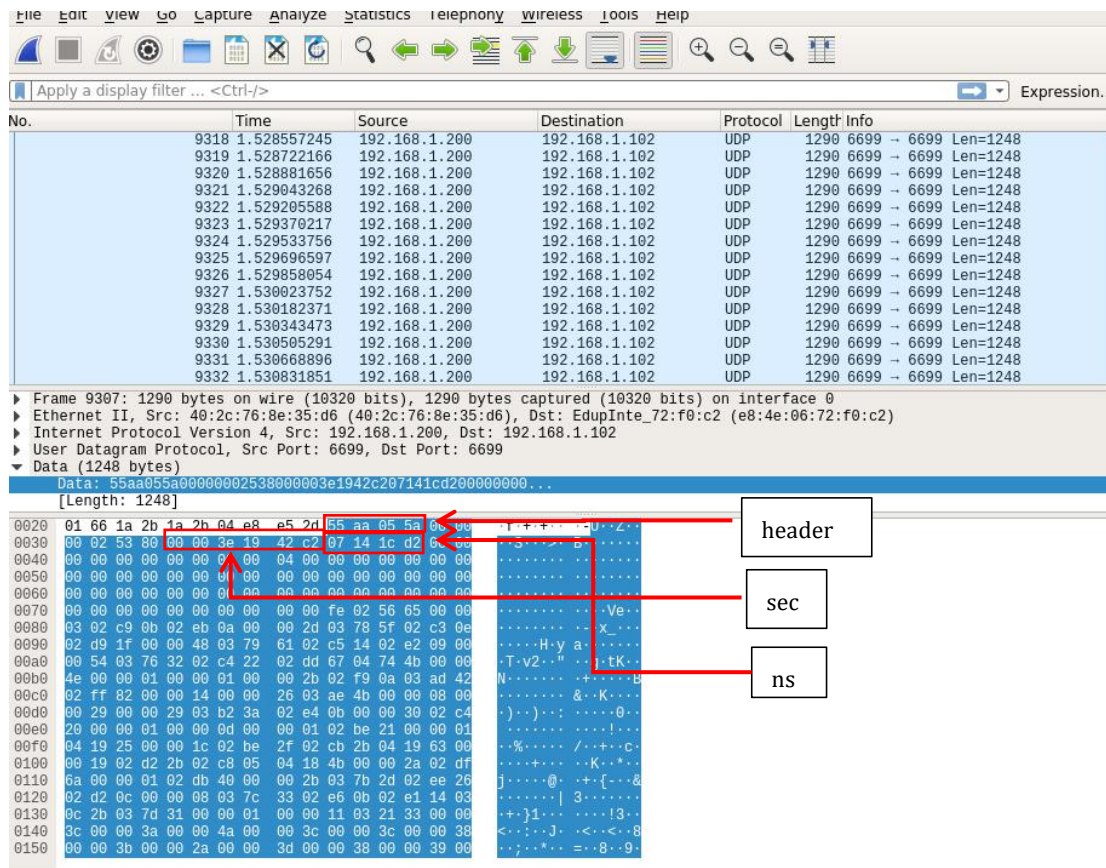

图 9 PTP 时间戳示意图
- 1) 时间戳分为秒部分和纳秒部分，图 9 所示秒部分为 0x000003e1942c2(1041842882)；纳秒部分为 0x07141cde(118758610)；
- 2) 秒部分为 UTC 时间戳，表示从 1970 年 1 月 1 日 0 分 0 秒（伦敦时间）到当前时间的秒增量计数，图 9 所示标识伦敦时间 2003-01-06 09:48:02；
- 3) 纳秒部分最大值为 0x3B9AC9FF(999999999),其最大值加 1 后纳秒归零而秒进 1，图 9 所示为 118758610 纳秒；